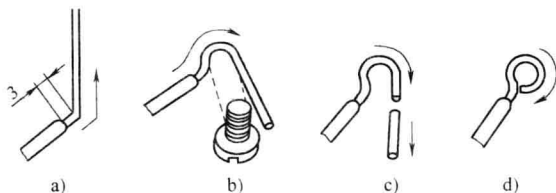
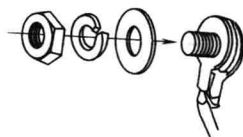

图 1-8 单芯线压接圈的弯法
图 1-9 接线桩垫圈压线顺序
1) 如图 1-8 所示, 将截面积为 2.5mm^2 、 4mm^2 的导线弯成圆弧形压接圈并配合钢丝钳按图 1-9 所示紧固导线。压线时, 压接圈、接线耳(鼻)等必须压平垫圈下边; 压接圈的方向必须与螺钉拧紧方向一致。